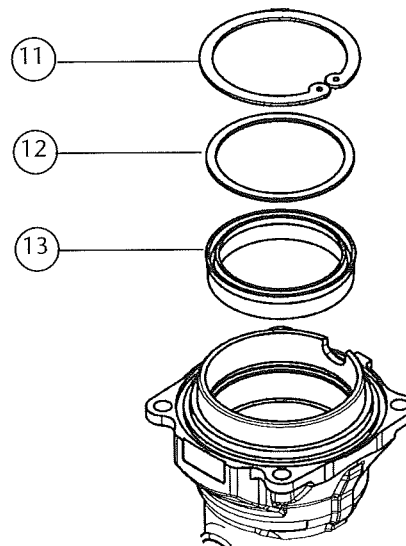

Fig. 10
5. Remove the piston (10) and disassemble the circlip (11), the washer (12) and the seal (13) (fig. 10). Check the piston for scratches and replace damaged parts.
5. Quite el vástago (10) y desmonte el anillo de seguridad (11), la arandela (12) y el collarín (13) (fig. 10). Verifique que el vástago no esté rayado y sustituya piezas deterioradas.
5. Retirer le piston (10) et démonter l'anneau de sécurité (11), les rondelles (12) ainsi que le collier (13) (voir fig.10). S'assurer que le piston n'est pas rayé et remplacer les pièces endommagées si nécessaire.
5. Den Kolben (10) entfernen und den Sprengring (11), die Beilagscheibe (12) und die Dichtung (13) zerlegen (Bild 10). Kolben auf Kratzer prüfen. Evtl. beschädigte Teile ersetzen.